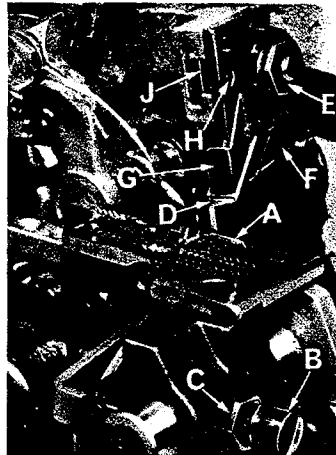

Fig. 13
Montiere den Untermesserhalter. Das Untermesser (A, Fig. 13) muß so eingestellt werden, daß seine Schneidkante mit der Oberfläche der Stichplatte eben ist. Die Einstellungen werden mittels Sechskantschraube, mit welcher das Untermesser befestigt ist, durchgeführt. Das Untermesser wird mit Federdruck gegen das Obermesser gepreßt, so daß eine seitliche Einstellung beim Verändern der Nahtbreite nicht erforderlich ist.
Replace lower knife holder assembly. Lower knife (A, Fig. 13) should be set with cutting edge flush with throat plate surface. Adjustments are made with hexagonal head screw which holds lower knife. Lower knife is spring pressed against upper knife, so no lateral adjustment is necessary when width of trim is changed.
Setze den kompletten Obermesserhalter ein. Prätze das Obermesser (D, Fig. 13) durch anziehen der Mutter (E) fest, die Obermesserpratze (F) muß dabei soweit wie möglich im Uhrzeigersinn gegen das Obermesser gedrückt werden. In der untersten Stellung seiner Bewegung darf die vordere Schneidkante des Obermessers nicht weniger als $1/64'' = 0,4 \text{ mm}$ unterhalb der Schneidkante des Untermessers stehen. Der Kettenschuh (G) muß von der Schneidkante des Obermessers leicht zurückgesetzt sein.
Replace upper knife assembly. Clamp upper knife (D, Fig. 13) in position, setting nut (E) to hold clamp (F) in its most clockwise position against upper knife. At bottom of its stroke, front cutting edge of upper knife should extend not less than $1/64'' = 0,4 \text{ mm}$ below cutting edge of lower knife. The chain guard (G) should be set down against the upper knife and slightly back from the cutting edge.